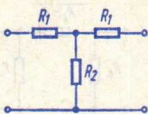
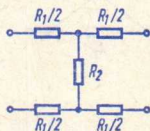

Bild 1
Bild 2
- (erd)unsymmetrische **T-Schaltung** (**Stern-Schaltung**) (**Bild 1**) und die davon abgeleitete (erd)symmetrische T-Schaltung (**H-Schaltung**) (**Bild 2**)